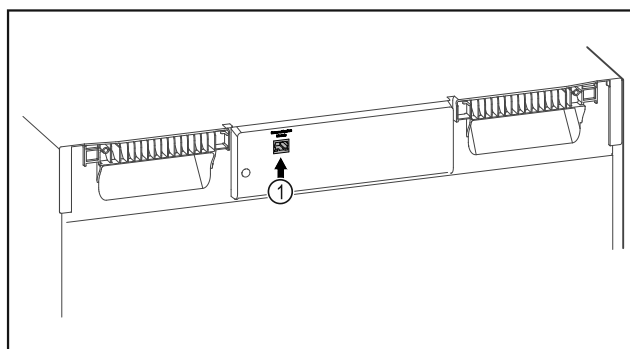

Fig. 138
- ☐ Le SmartModule Fig. 138 (1) est en place.